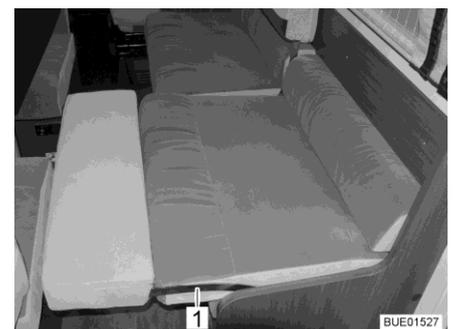

Fig. 99 Réglage de l'appui-tête rembourré
- Presser un peu le coussin d'assise vers l'intérieur dans la zone de pivotement de l'étrier métallique (Fig. 99,1).